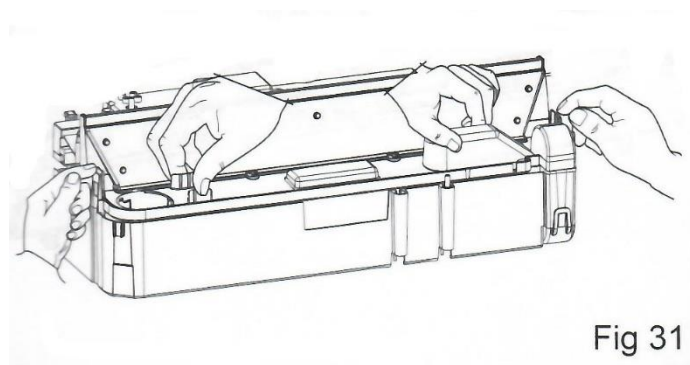

Fig 31
5. Er zijn twee oranje clips die het oranje deksel van het waterreservoir (grijs) naar beneden houden; één aan de linkerkant en één aan de rechterkant van het oranje deksel. Druk aan de linkerkant de clip met één hand in en til met de andere het oranje deksel uit de clip. Herhaal dit voor de rechterkant (fig. 31).